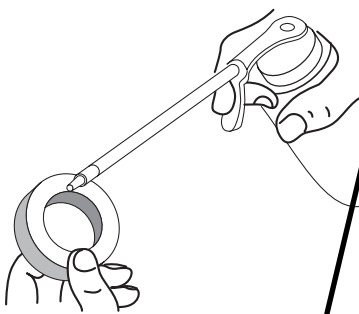

Fig. 27
4. Appliquez suffisamment d'huile propre SAE 30 pour enduire légèrement le filtre (Fig. 27).